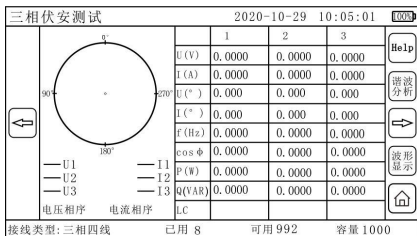
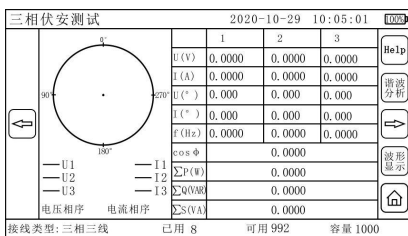
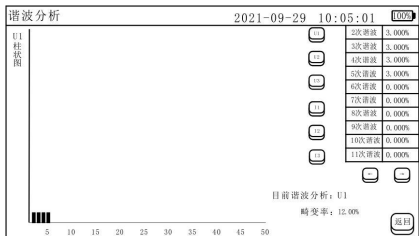
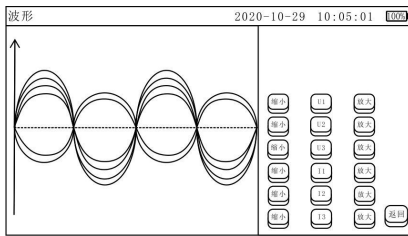

图 9 (三相四线测试界面)
图 10 (三相三线测试界面)
图 11 (谐波分析界面)
图 12 (波形显示界面)
(1) 进入如图 9 和图 10 所示测试界面后，仪器便会自动测量数据，并且每隔 0.3 秒显示一次测试数据。若需测量单相，只需连接所要测的相的接线即可，其他相不接线，否则会影响精度。如若想保存数据，只需要点击保存按钮即可，保存数据时蜂鸣器会响一声。点击谐波分析按钮进入谐波分析界面（如下图 11 所示），点击图 a 中的 U1 会显示电压 U1 的 2~21 次谐波含有量和柱状图，对应下方的目前谐波分析显示“U1”，左边柱状图纵轴也会显示“U1 柱状图”，同理点击 U2、U3、I1、I2 或 I3 会显示对应的数据，同时只能查看一个参数（U1、U2、U3、I1、I2 或 I3）的数据。若点击返回，回到压降测试界面。点击波形显示按钮进入波形显示界面（如下图 12 所示），能同屏显示两个周期的三路电压和三路电流的波形。点击 U1 按钮显示 U1 的黄色波形，点击 U2 的按钮显示 U2 的绿色波形，点击 U3 的按钮显示 U3 的红色波形，点击 I1 按钮显示 I1 的橘色波形，点击 I2 按钮显示 I2 的深绿色波形，点击 I3 按钮显示 I3 的紫色波形，再次点击按钮时波形会消失，点击对应的放大按钮能放大纵向坐标，使波形幅值变大，反之点击缩小按钮能使波形幅值变小。退出页面（点击页面下的 HOME 键或者左箭头）即可停止测试。